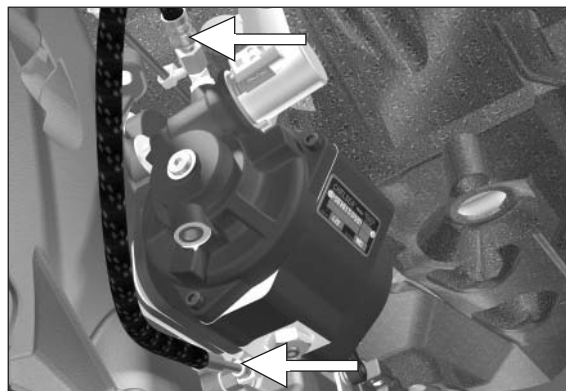

Figura 17
18. Conecte la manguera 329232-1X (transmisión a la válvula hidráulica) al conector en la transmisión. Encamine la manguera tal como se muestra en la **Figura 17**. Sujete el conector de la manguera en la posición deseada y apriete la tuerca de seguridad con una llave inglesa hasta que se sienta firme. A partir de ese punto, aplique vueltas de un sexto. A continuación, conecte el otro extremo de la manguera al conector en la tapa de la válvula de la PTO. Apriete hasta sentirse firme. A partir de ese punto, aplique vueltas de un sexto.